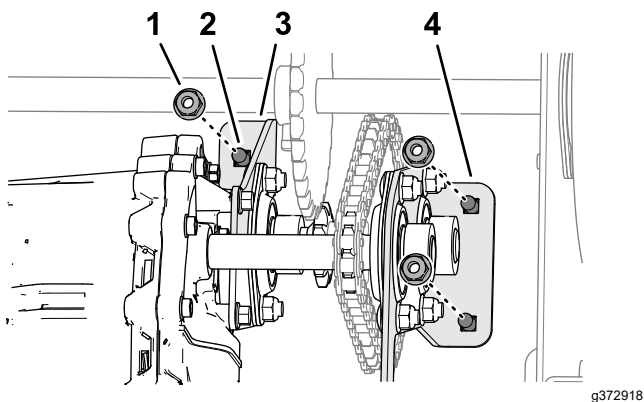

Рисунок 55
6. Отверните 3 фланцевые контргайки (5/16 дюйма), которые крепят опорный кронштейн трансмиссии и кронштейн подшипника к машине (Рисунок 55).